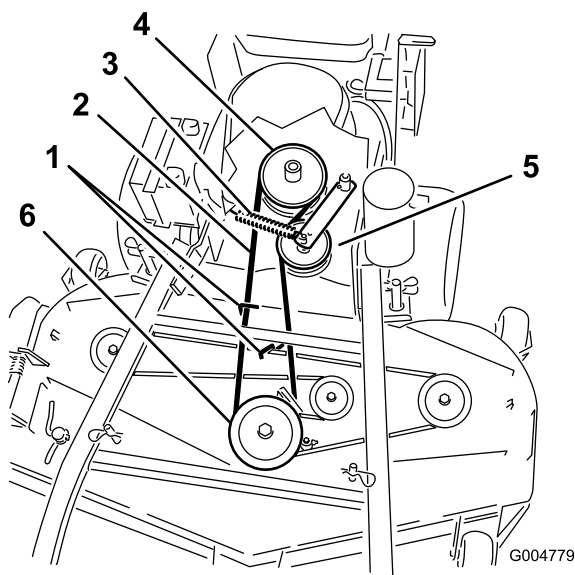
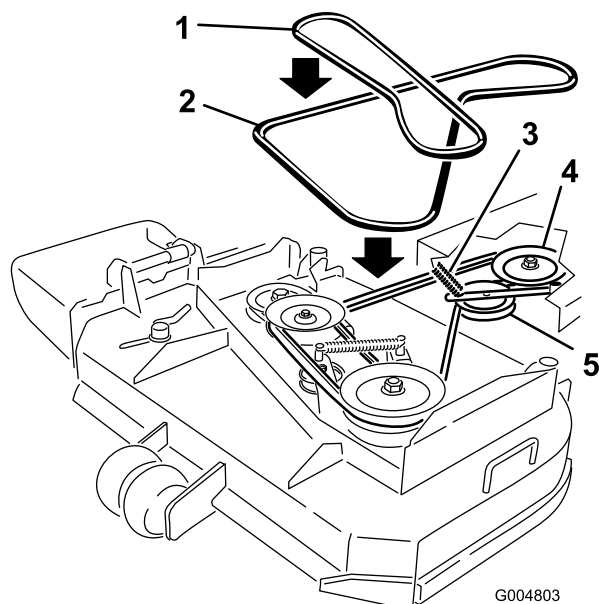

Figure 47
Figure 48
- Retirez la courroie de la poulie centrale sur le tablier de coupe (Figure 47). Reportez-vous à la Figure 48 pour enlever la courroie de la poulie gauche sur un tablier de coupe de 36 pouces. Procédez avec précaution lors du retrait de la courroie, car la tension est augmentée par la poulie de tension rappelée par ressort.
- Retirez la courroie de la poulie de moteur et la poulie de tension rappelée par ressort (Figure 47). Reportez-vous à la Figure 48 pour déposer la courroie des poulies sur le tablier de coupe de 36 pouces.
- Placez une courroie neuve sur la poulie de moteur et la poulie de tension rappelée par ressort (Figure 47).
- Installez la courroie sur la poulie centrale du tablier de coupe (Figure 47). Procédez avec précaution lors de la repose de la courroie, car la tension est augmentée par la poulie de tension rappelée par ressort. Reportez-vous à la Figure 48 pour installer la courroie sur la poulie gauche sur un tablier de coupe de 36 pouces.
- Réglez l'écartement entre le guide et la courroie à 3 mm (1/8") pour les tabliers de coupe de 40, 48 et 52 pouces (Figure 47).